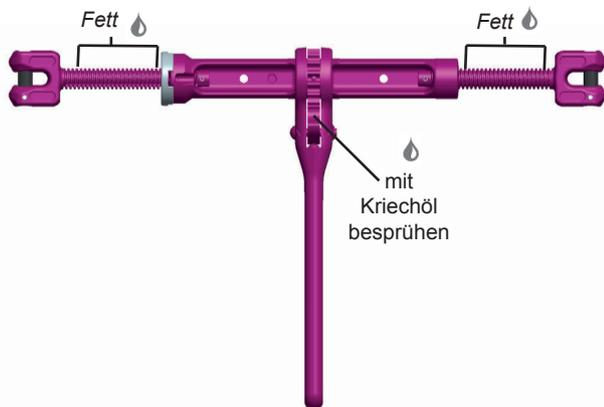

Abb. 5: Fetten des ICE-CURT-GAKO Spannelementes
2. Fetten Sie das ICE-CURT-(K)-GAKO-Spannelement an den gekennzeichneten Schmierstellen (Abb. 5).